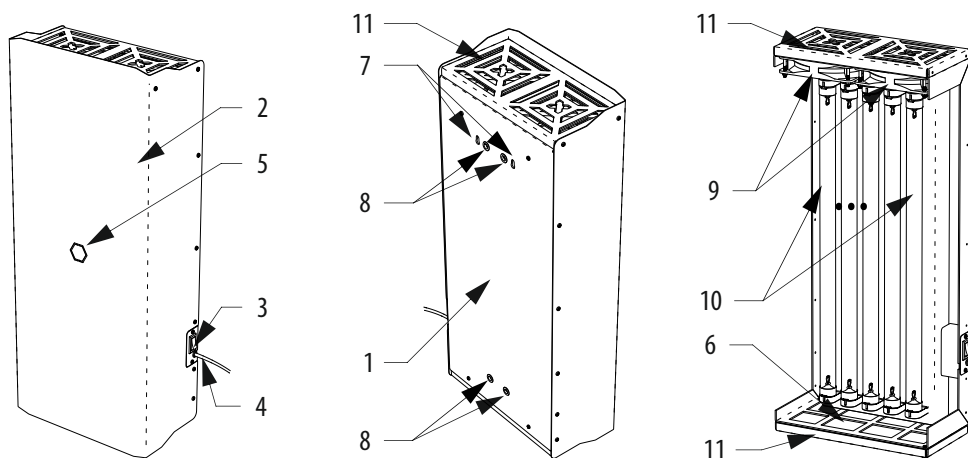

Рисунок 1. Общая конструкция облучателя-рециркулятора ОВУ-07.
- 6.3. Измерьте межцентровое расстояние между проушинами 7 (см. рис.1). С помощью уровня и линейки (рулетки) разметьте на стене отверстия для монтажа. Выбирайте крепёж в соответствии с материалом стен: шурупы для деревянных стен или стен из древесных материалов; дюбеля с шурупами для бетонных, кирпичных или газосиликатных стен; специальный крепёж для стен из ГКЛ.